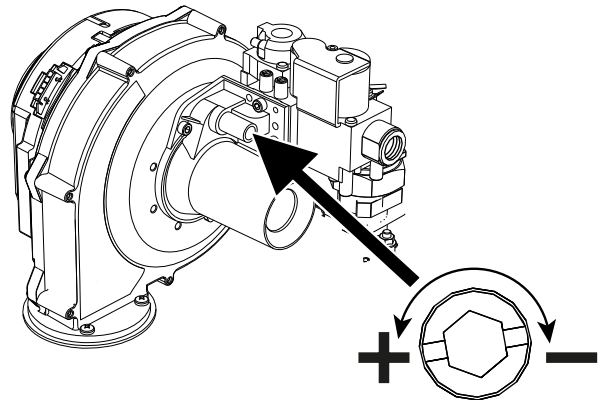

fig. 94 - Vite di regolazione della massima portata
- Nel caso in cui i valori non corrispondano a quelli indicati, regolare la CO₂ attraverso la vite di regolazione (vedi fig. 94) riportandoli a quelli indicati.